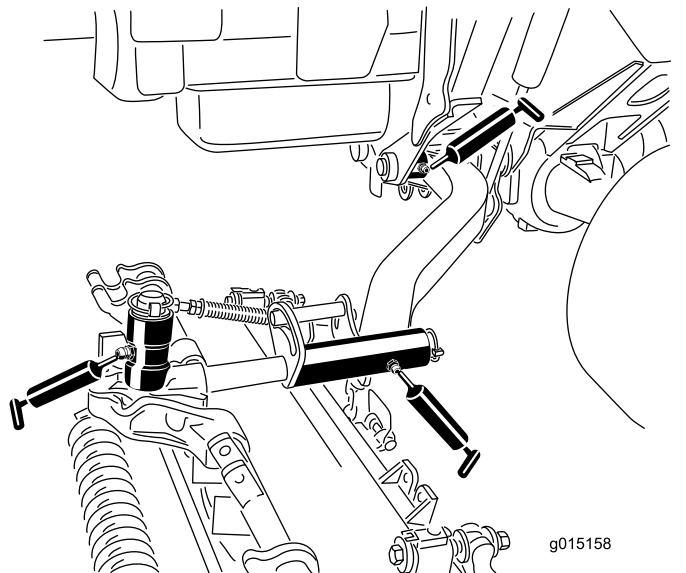

Рисунок 45
- Втулки осей поворота подъемных рычагов (по 1 шт. на режущий блок) (Рисунок 45)
- Несущая рама режущего блока (по 2 шт. на режущий блок) (Рисунок 45)
- Ось поворота подъемного рычага режущего блока (по 1 шт. на режущий блок) (Рисунок 45)